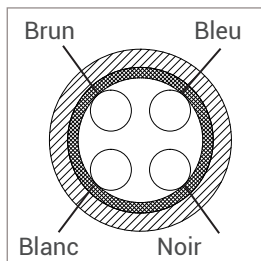

Figure 5
- ▶ Connectez le câble de données à la commande du distributeur. Respectez pour cela l'affectation des contacts (voir Figure 5 page 18).